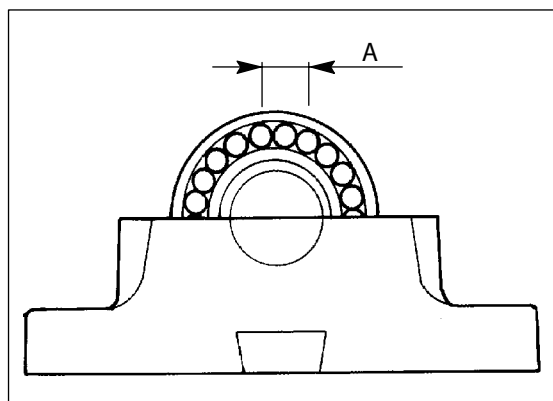
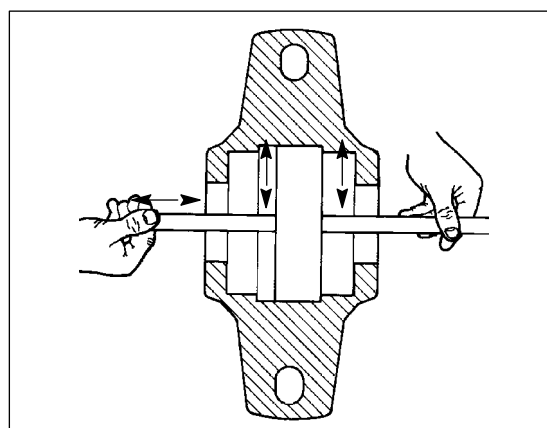

Fig. 8b. Før bladsøkeren inn mellom rullene og ytterringen.
Fig. 8c. Mål klaringen
2. Løsne festeskruene M10 (7) og det øvre lagerhuset (6).
5. Løsne låseringen (3) fra mutteren på akslingen og løsne mutteren.
6. Fjern avstandshylsen (3) hvis det gjelder lageret på matesiden.
7. Mål radialklaringen på toppen av lageret mellom rullene og ytterringen med en bladsøker. Klaringen skal være 0,02–0,03 mm (0,008-0,012"). Mål klaringen ved å føre bladsøkeren inn mellom lagerrullene (punkt A, Fig. 8b) gjennom lageret og før bladet frem og tilbake mellom rullene og ytterringen. Fig. 8c. Press ikke bladsøkeren inn med makt.
8. Hvis klaringen er større enn 0,03 mm må den justeres. Frigjør låseringen (2) fra akselmutteren (1).
12. Monter det øvre lagerhuset og trekk til skruene (6) med et moment på 50 Nm (36 7/8 lbf).